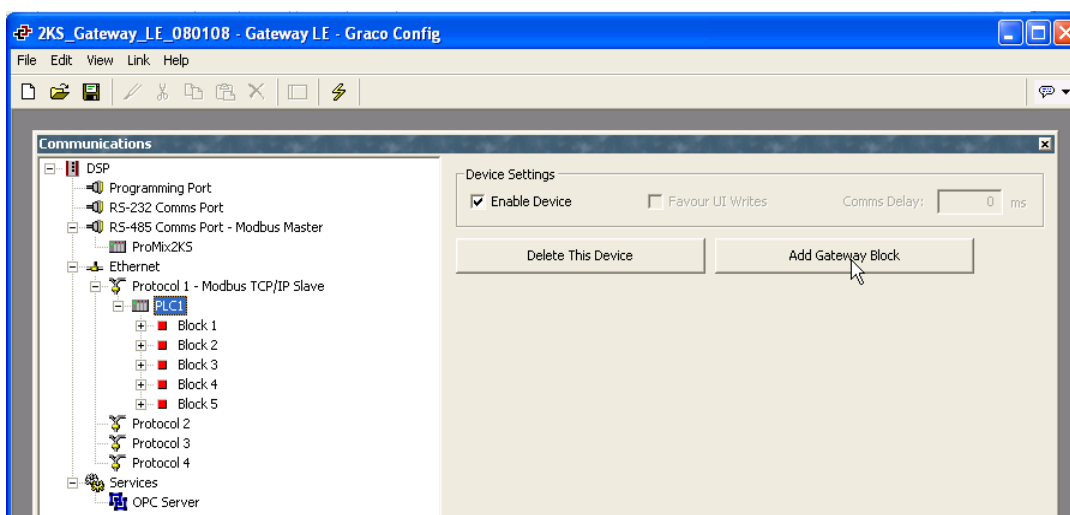

FIG. 22: Lägg till Gateway-block
4. Se FIG. 22. Lägg till så många Gateway-block som önskas under varje enhet.